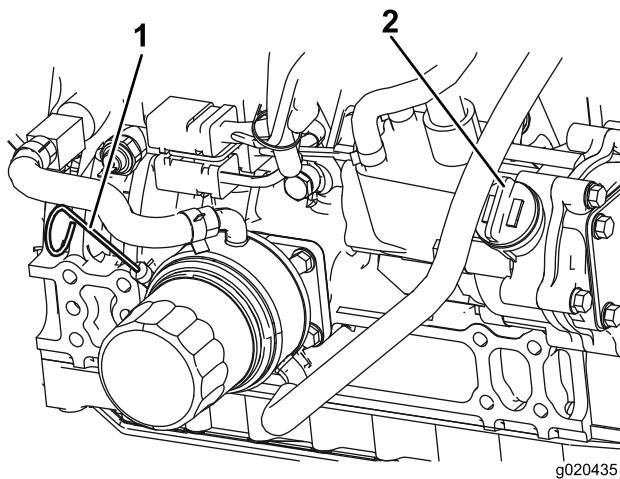

Figura 8
3. Retire a vareta, limpe-a, coloque-a no tubo e volte a retirá-la em seguida. O nível de óleo deve estar entre a marca "Full" (cheio) e a marca "Add" (Figura 8).
4. Se o nível de óleo estiver baixo, retire o tampão de enchimento (Figura 8) e adicione óleo até que fique entre a marca "Full" (cheio) e a marca "Add" (adicionar). **Não encha demasiado.**